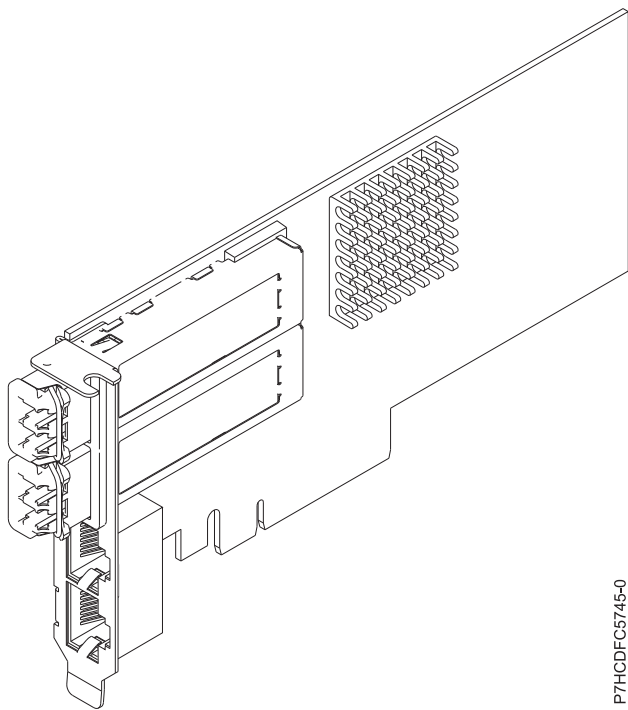

図 28. FC EN0H アダプター
この 4 ポート・アダプターは、2 個の 10 Gb FCoE スモール・フォーム・ファクター・プラグ可能 (SFP+) SR 光ポートおよび 2 個の 1 Gb RJ45 イーサネット・ポートを提供します。2 個の 10 Gb FCoE ポートは、リトル・コネクタ (LC) タイプのコネクタによって接続されます。各 FCoE ポートは公称データ速度 10 Gbps (G ビット/秒) のイーサネット接続を提供します。各 1 Gb ポートは、データ速度 1 Gbps でイーサネット接続を提供し、イーサネット・ケーブルによって接続されます。10 Mb データ速度はサポートされません。94 ページの図 28 は、FC EN0H アダプターを示しています。